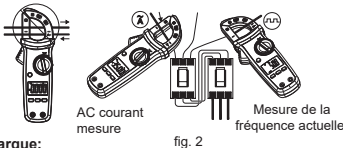

fig. 2
1. AC Mesure du courant/de la fréquence du courant (fig. 2)